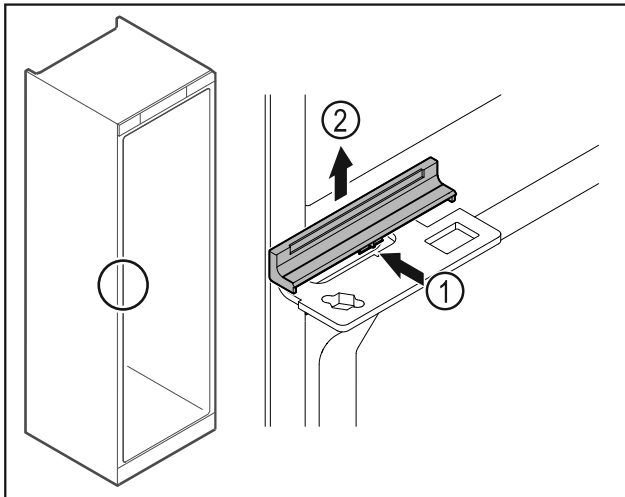

Fig. 48
- ▶ Abdeckung Fig. 48 (1) in der Mitte leicht eindrücken und nach oben abnehmen Fig. 48 (2).